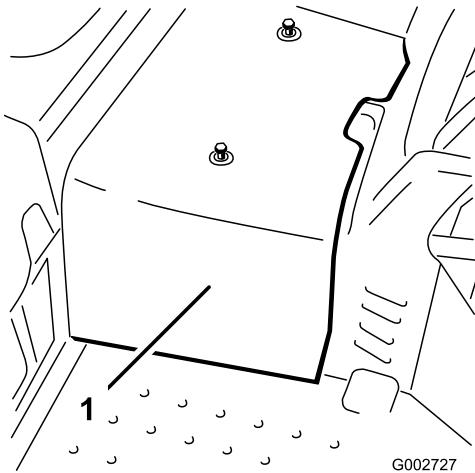

図 35
- センターシュラウドを機体に止め付けているねじ2本を外してシュラウドを機体から取り外す図 35。